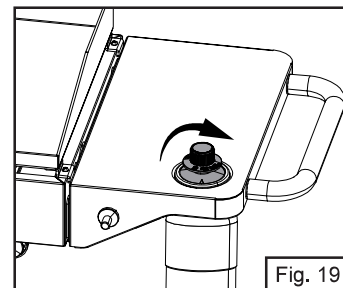

Fig. 19
1. Avant de fixer la bonbonne de propane, assurez-vous que les deux boutons de commande sont bien fermés (Fig. 19).